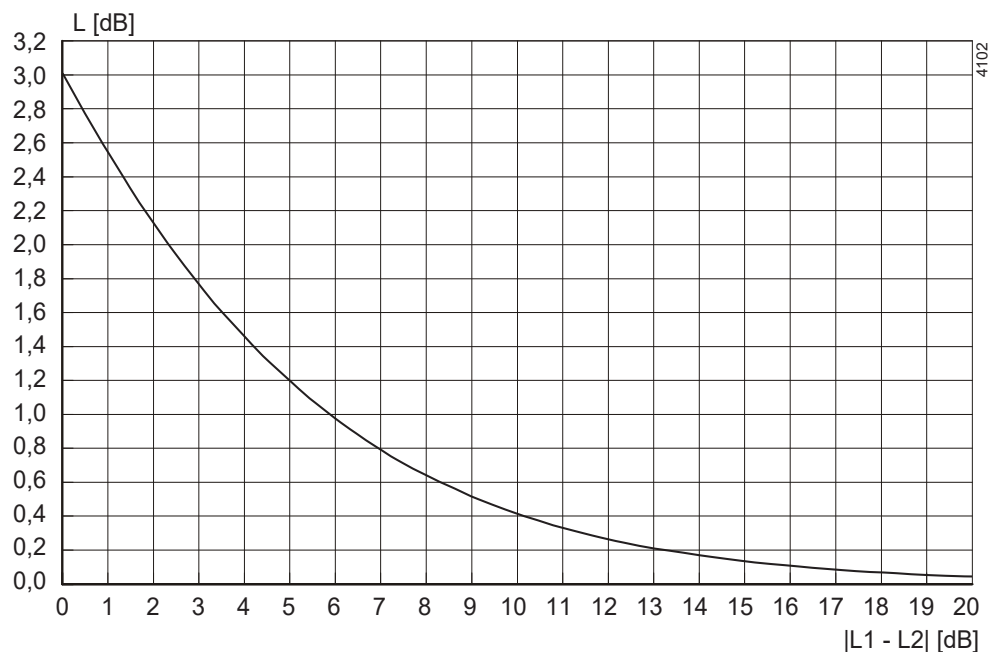

Figur 60: Støjniveau som en funktion af pumpens effekt [kW] ved 1450 min^{-1}
- 1 Bestem støjniveauet (L_1) for pumpen, se Figur 60 eller Figur 61.